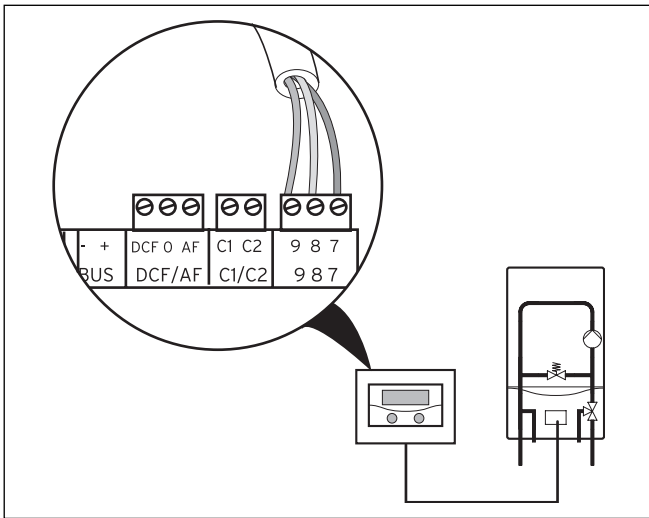

Fig. 4.1 Collegamento dell'apparecchio di riscaldamento
- Eseguire il collegamento dei cavi dell'apparecchio di riscaldamento, come illustrato in fig. 4.1.